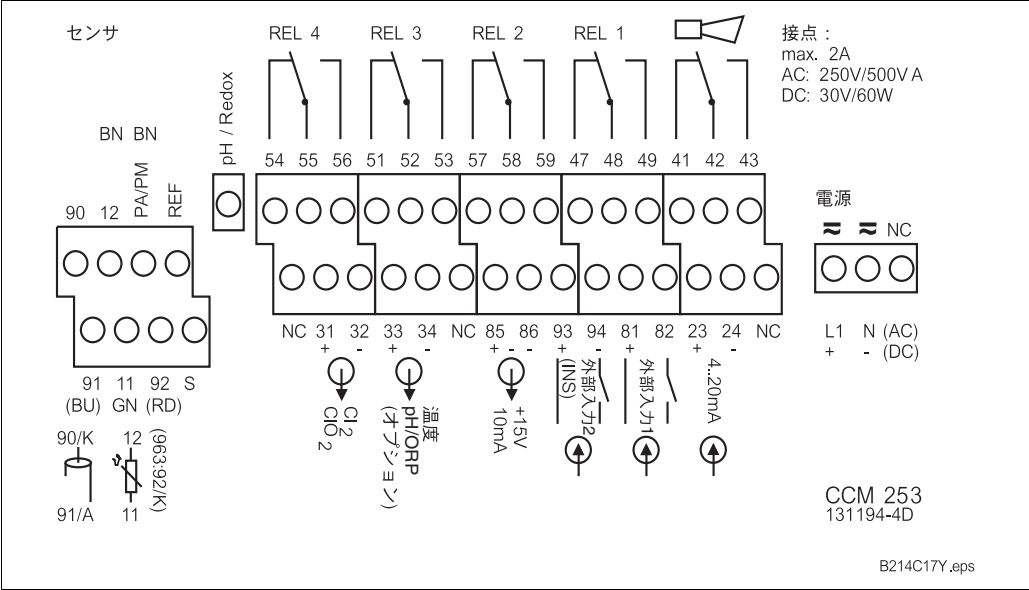

図 4.3 : リキシス M CCM 253 結線図 (同様の図が本体に貼付されています)
- 3. 電線を該当端子に配線します (図 4.3 参照)。